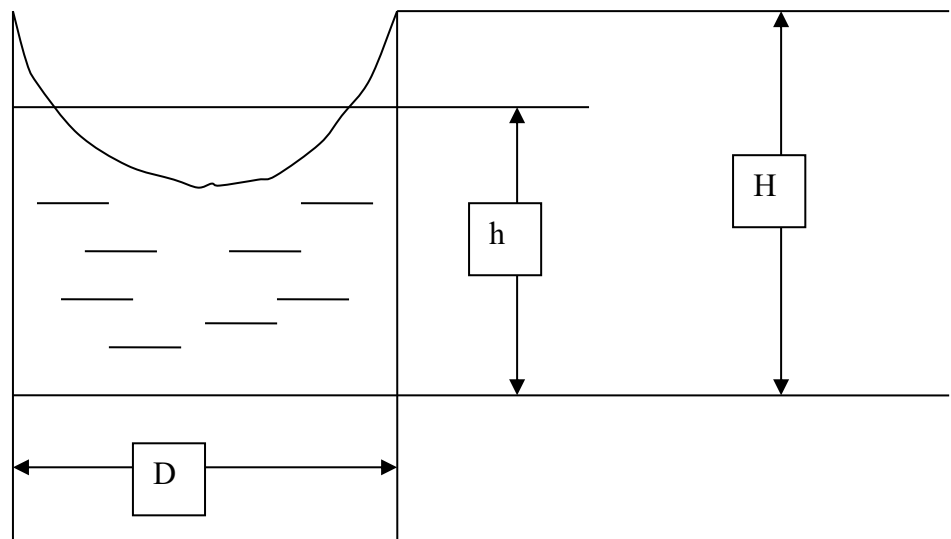

Рис. 7
**Задача 8.** В сосуд высотой  $H = 0,3$  м залита жидкость до уровня  $h = 0,2$  м. Определить, до какой угловой скорости  $\omega$  можно раскрутить сосуд, с тем, чтобы жидкость не выплеснулась из него, если его диаметр  $D = 100$  мм. Рис. 7.